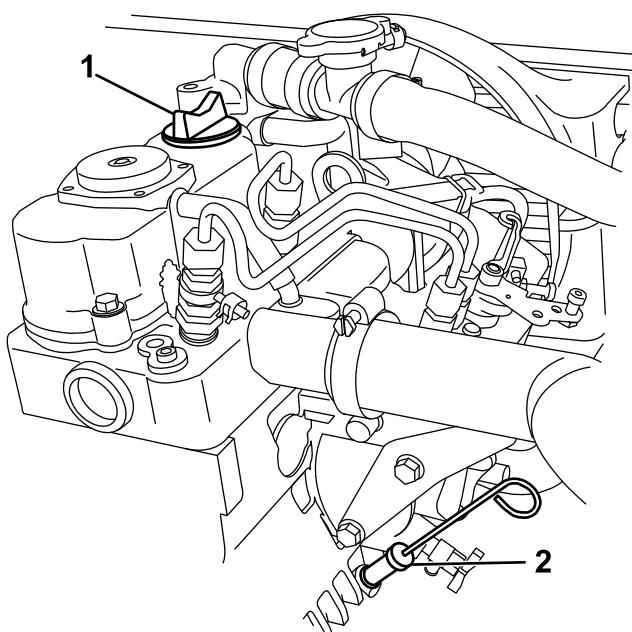

図 37
8. ディップスティックと補給口キャップの周辺をきれいに拭いてディップスティックを抜き出す(図 37)。